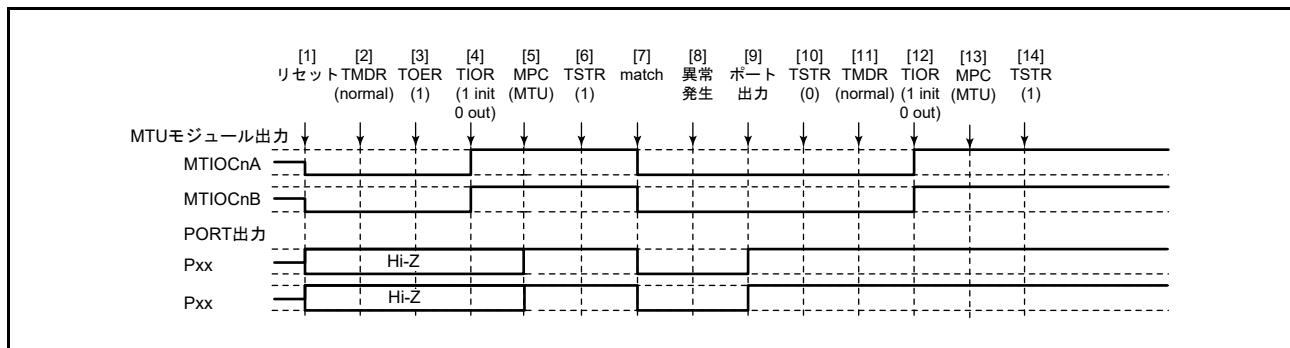

図 20.127 ノーマルモードで異常が発生し、ノーマルモードで復帰する場合
ノーマルモードで異常が発生し、再設定後ノーマルモードで再スタートする場合の説明図を図 20.127 に示します。
[1] ~ [10] は図 20.127 と共通です。
- [1] ~ [10] は図 20.127 と共通です。
(6) ノーマルモードで動作中に異常が発生し、リセット同期 PWM モードで再スタートする場合の動作